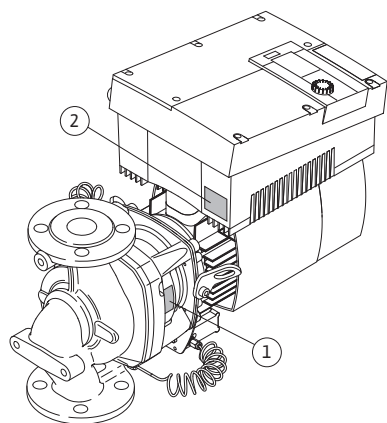

Fig. 11: Розміщення заводських табличок:
- Заводська табличка насоса (Fig. 11, п. 1) містить серійний номер (Ser.-No.../...), який, наприклад, обов'язково слід зазначати в замовленні запасних частин.
- Заводська табличка електронного модуля (електронний модуль = інвертор або частотний перетворювач) (Fig. 11, п. 2) містить дані використовуваного електронного модуля.